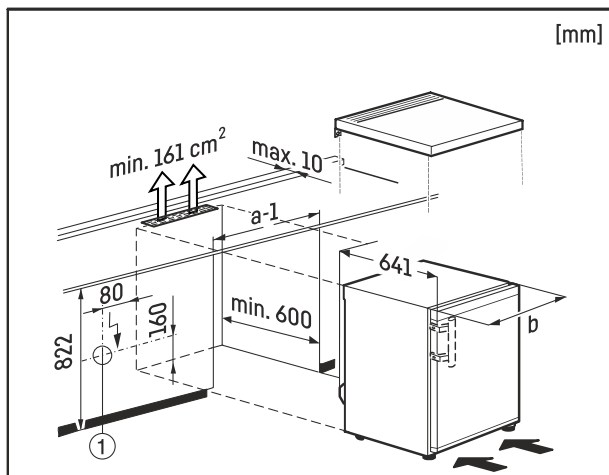

Fig. 9
Pistikupesa Fig. 9 (1) peab asuma seejuures väljaspool seadme tagaseina ja olema kergelt ligipääsetav.